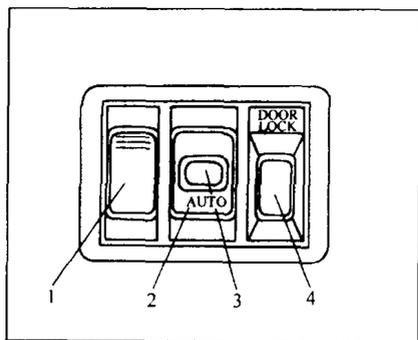

图 1-7 电动窗控制钮
(7) 电动窗的控制（SY6480A、A1、A2 除外），如图 1-7 所示。